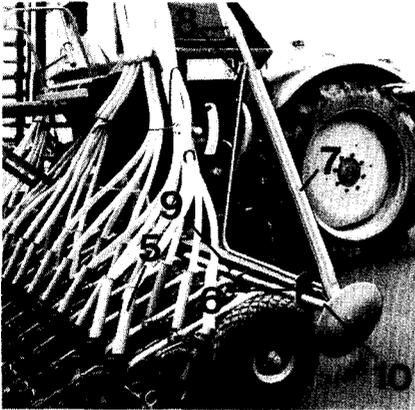

Fig. 8
3. Schläuche in die Stützen (Fig. 8/5) an den Scharen einschieben, und zwar entsprechend der Reihenfolge am Schlauchhalter (Numerierung beachten!).
4. Spurscheiben aus den Halterungen (Fig. 8/6) an den Stützrädern ziehen und in die Spuranreißer-Unterteile (Fig. 8/7) schieben. Spurscheiben nach der Schlepperspur einstellen und mit Knebelschrauben (Fig. 8/8) festziehen. Vor dem ersten Einsatz eine Markierung (Fig. 8/9) auf dem Rohr der Spurscheibe einritzen (Spuranreißermaß).
5. Die Achse der Spuranreißerscheibe ist schräg angebracht. Durch Drehen des Rohres (Fig. 8/10) kann je nach Bodenart die Scheibe so eingestellt werden, daß eine deutliche Spur auf dem Erdboden angerissen wird.
3. Spurscheiben wieder umstecken in die Halterung (Fig. 8/6) in der Nähe der Stützräder.
4. Schläuche der Ausleger aus den Stützen (Fig. 8/5) an den Scharen herausziehen.
5. Spuranreißer-Unterteil (Fig. 8/7) von Hand und Ausleger durch die Hydraulik einklappen.